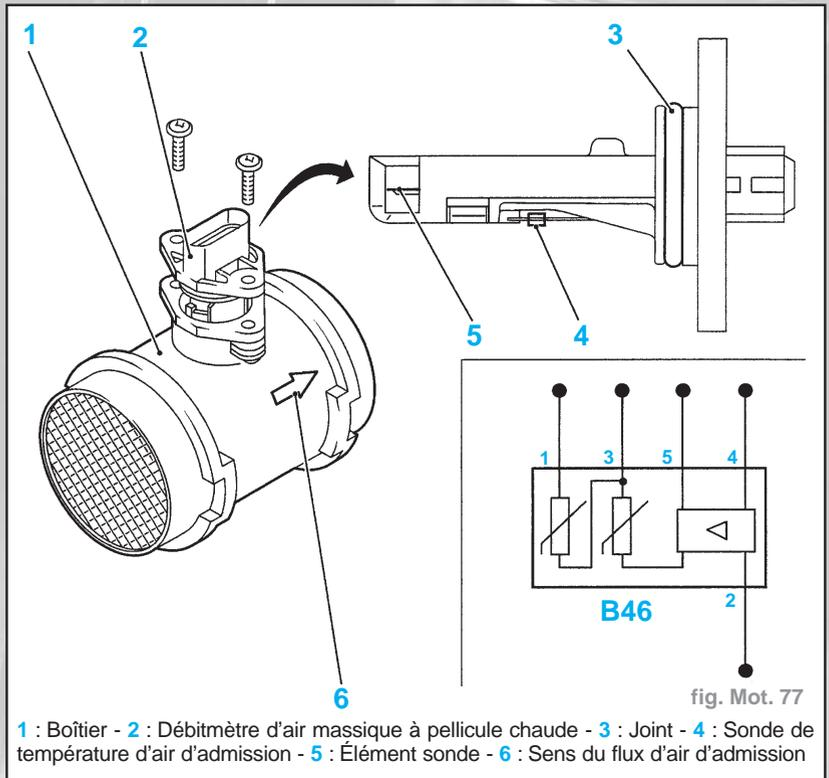

fig. Mot. 77
- Une autre sonde est montée dans le boîtier du débitmètre d'air massique à pellicule chaude et détecte la température de l'air d'admission. Cette sonde de température d'air d'admission est dotée d'une résistance qui est fonction de la température et qui possède un coefficient négatif de température (NTC), c'est-à-dire que la résistance diminue au fur et à mesure de la montée de la température (fig. Mot. 77).
- tension nominale (V) 4,8 à 5,2